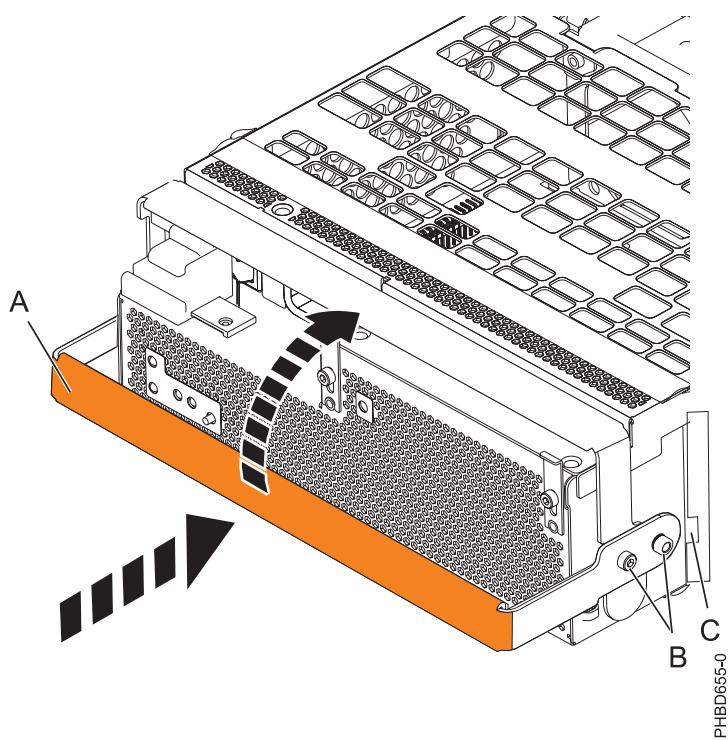

Figura 24. Sustitución de una fuente de alimentación
6. Para sustituir la fuente de alimentación, con el asa de bloqueo (A) en la posición de abierto, empuje la fuente de alimentación en la unidad de expansión, como se muestra en la Figura 24.